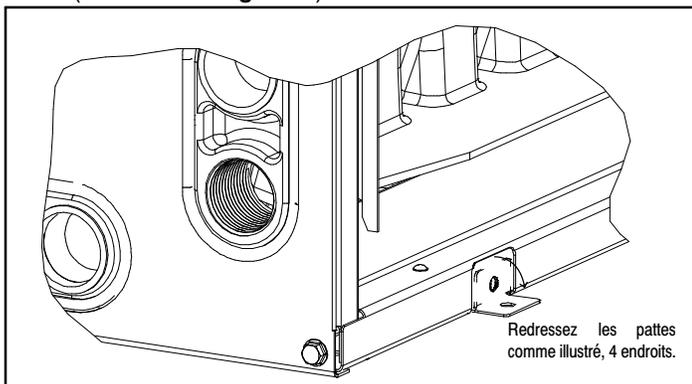

Figure 7 – Installation horizontale vers la gauche
1. Redressez les quatre pattes du côté droit du caisson. (Consultez la **Figure 7**.)